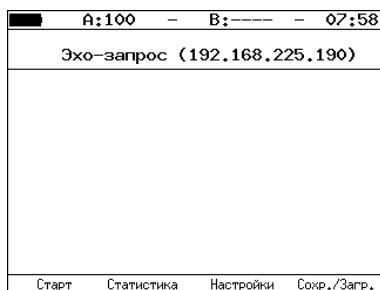

Рис. 7.59. Меню «Эхо-запрос»
2. Перейти в меню «Эхо-запрос» (см. рис. 7.59). Нажать на клавишу **F3** («Настройки»).